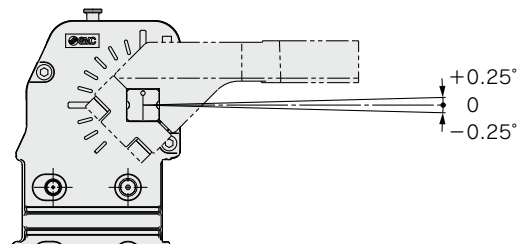

図1
- 2) クランプ端において図1のように -0.25° から $+0.25^{\circ}$ の機差があります。必ず外部でシム調整をしてください。P.48参照。